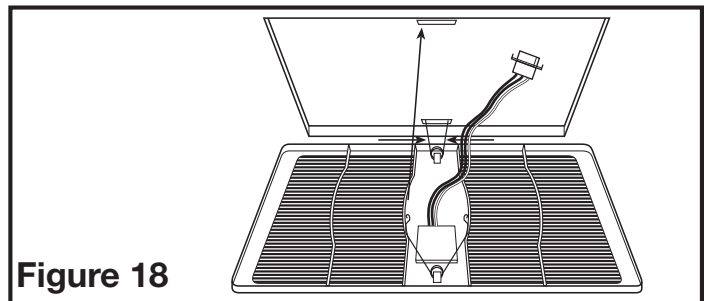

Figure 18
- 5b. **MODÈLES DÉTECTION DE MOUVEMENT:** Installez la grille en pressant le ressort le plus loin possible du détecteur de mouvement et installez-le dans la fente la plus éloignée du compartiment de fil sur le logement du ventilateur. Attachez le cordon de 3 broches à connexion rapide à partir du capteur de mouvement sur le gril soit au câblage installé à l'étape 2a (les modèles à une vitesse) ou au connecteur de la partie supérieure du compartiment de fil (modèles à deux vitesses). Ce cordon ne s'adapte que d'une seule façon dans le connecteur. Installez l'autre ressort en place et poussez la grille en position (Figure 18).